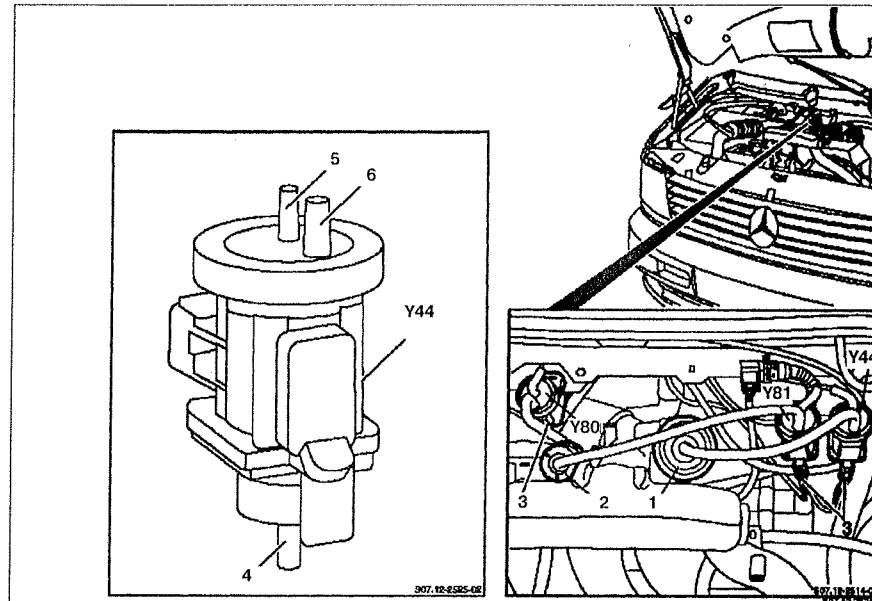

Рис. 4.48. Вакуумный преобразователь системы рециркуляции отработавших газов:
1. Отсоедините разъем 3 от вакуумного преобразователя давления Y44 (см.рис.4.48).